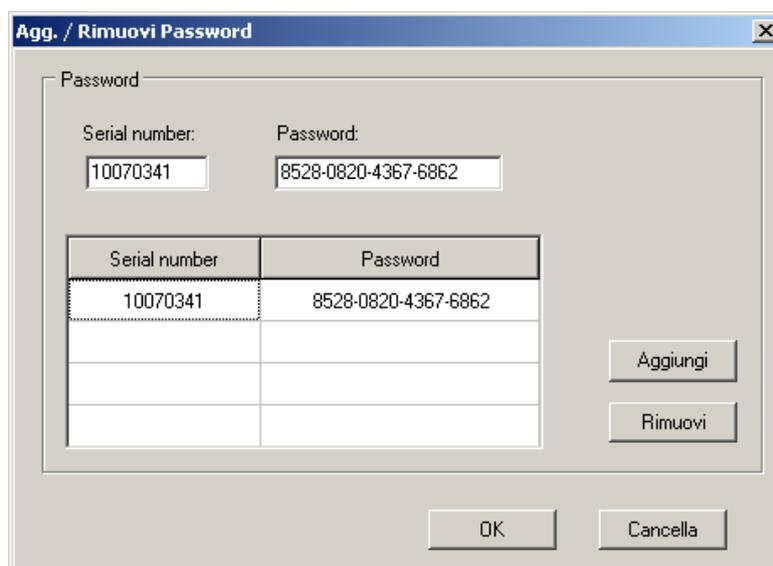

Fig. 48: Saisie du mot de passe initial
7. Sélectionner la commande «**Config → Password...**», saisir le numéro de série de l'instrument et le mode de passe (se trouvant sur l'étiquette du CD-ROM fourni de dotation) et confirmer par «Aggiungi» (Ajouter) (voir Fig. 48)